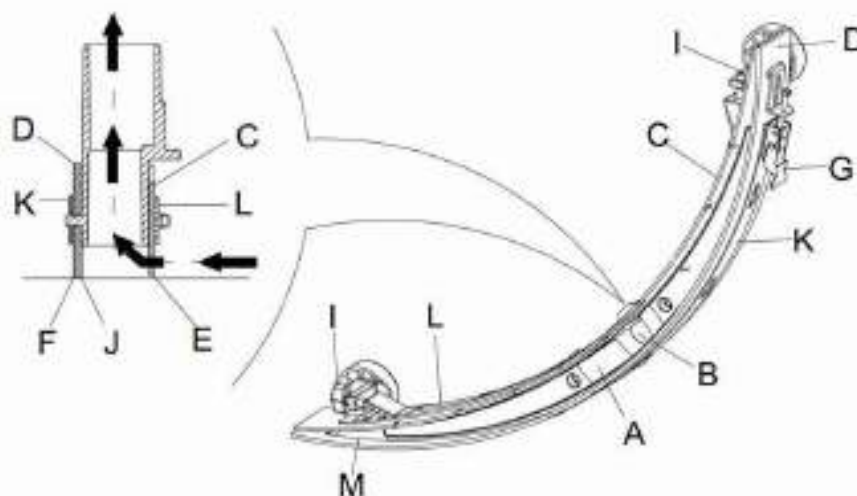

Figura 10
2. Presione el interruptor de encendido (38) en posición "O" para apagar la máquina.
3. Desenrosque el mango fijo (16) de la escobilla de goma; desmonte el conector que junta la manguera de aspiración de recuperación de la escobilla de goma y retire la escobilla.
4. Use la palanca de elevación de la escobilla (14) para levantar el bastidor de la escobilla.
5. Limpie la escobilla de goma (**Figura 10**). Limpie bien la ranura (**A, Figura 10**) la suciedad y los escombros de la manguera de aspiración. Compruebe si la lámina delantera (C) y la lámina posterior (D) permanecen intactas o si tienen grietas y bordes rotos. Reemplácelos si hace falta (refiérase a los pasos en el apartado que sigue).
1. Observando los métodos mencionados en la sección anterior, limpie la escobilla de goma (**Figura 10**).
2. Inspeccione el borde (**E, Figura 10**) en la lámina delantera de la escobilla y el borde (F) de la lámina posterior (D). A lo largo de su longitud, deben ser alineados. De lo contrario ajuste su altura conforme a los siguientes procedimientos:
- Afloje el gancho (G) para permitir que la lámina posterior de la escobilla de goma (D) quede separada del retenedor (M) para ajustar la posición de la escobilla de goma. Después de ajustar, vuelva a apretar el gancho.
- Afloje el tornillo en el mango (I) para ajustar la lámina delantera de la escobilla de goma (C); apriete el tornillo del mango después de ajustar.
3. Revise la integridad de la lámina delantera (C) y la lámina posterior (D), compruebe si hay cortaduras y fugas. Si hace falta, reemplácelos como es indicado abajo. Asegúrese de que el borde delantero (J) de la lámina posterior no esté desgastado; De lo contrario, dé vuelta a la lámina para sustituir el borde desgastado por un íntegro (el borde superior debe ser intacto). Si el borde superior también está gastado, reemplace la lámina según el siguiente procedimiento:
- Afloje el gancho (G) para permitir que la lámina de presión se separe del retenedor (M), retire la barra de ganchos (K), luego cambie o dé vuelta a la lámina posterior (D). Instale la lámina posterior de la escobilla de goma en el orden inverso del desmontaje.
- Afloje el tornillo del mango (I) y retire la barra de ganchos delantera (L), a continuación cambie la escobilla de goma delantera (C). Instale la lámina delantera de la escobilla de goma en el orden inverso del desmontaje. Después de la sustitución (o vuelta) de la lámina, ajuste la altura de las láminas delantera y posterior, como se indica en el paso anterior.
4. Conecte la manguera de aspiración (11) a la escobilla de goma.
5. Instale la escobilla de goma y utilice el botón (16) para apretarla, luego conecte la manguera de aspiración a la escobilla.
6. Si hace falta, ajuste la escobilla de goma al ajustar el volante (20) (refiérase a los procedimientos de ajustar el balance de la escobilla de goma).